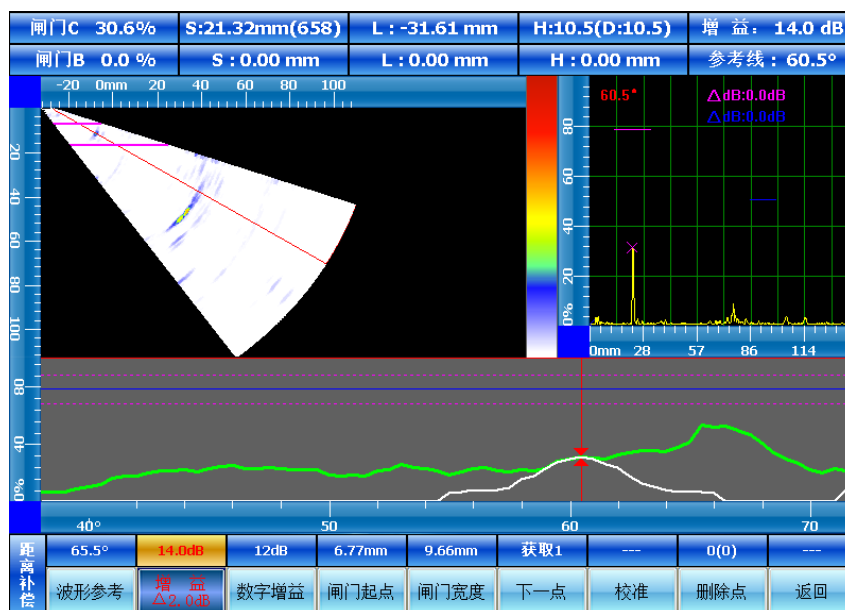

图 10.20
2.将探头放置在曲线制作试块上(如 RB-2 或 CSK-IIA-1)，移动探头寻找深 10mm 的横通孔回波，点击“闸门起点”通过方向键进行移动，套住 10mm 横通孔回波，并点击“闸门宽度”调整粉红色深度闸门的宽度，使该深度闸门的扇扫范围内没有其它信号的干扰即可, 如图 10.20；